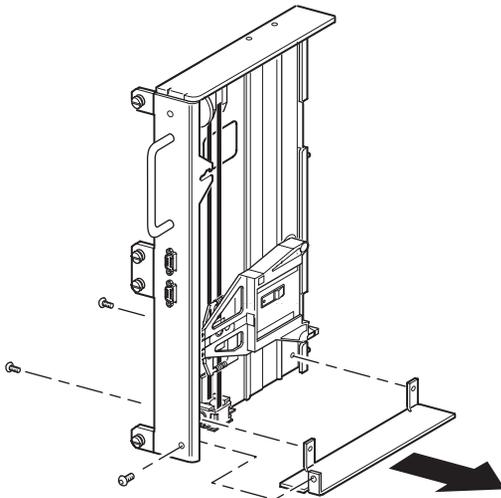

Figure 2–13 : Retrait de la plaque inférieure de l'unité de base PTM
1. Retirez la plaque inférieure de l'unité de base PTM (voir la Figure 2–13).
2. Faites glisser le chariot d'élévation des supports vers le haut de l'unité de base PTM (voir la Figure 2–14). Il convient de noter que le moteur d'entraînement est situé sur le haut de l'unité de base PTM.